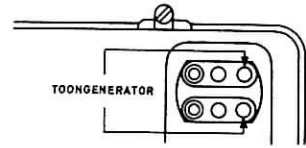

fig. 4
1. Sluit op de microfooningang op de bovenzijde van de kast, een toongenerator aan (zie fig. 4) en voer een toon toe van 1000 Hz bij een ingangsspanning van 250 - 260 mV.